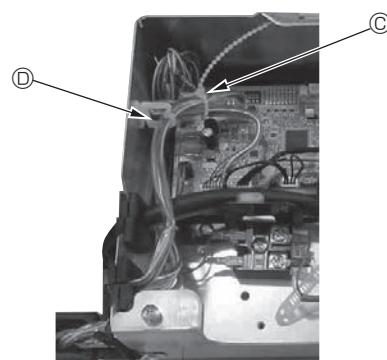

Fig. 10-14
- Überschüssiges i-See-Sensor- und Signalempfängerkabel im Elektrohütchen in den Kabelclip (siehe Abbildung) legen und die Kabel zusammen mit dem Kabelbinder sichern. (Fig. 10-14)